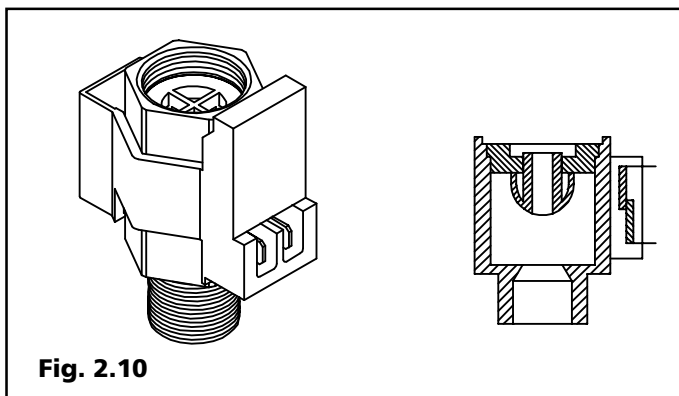

Fig. 2.10
**4) Flussostato (Fig. 2.10):** dispositivo in grado di rilevare la presenza del flusso dell'acqua tramite un galleggiante composto da